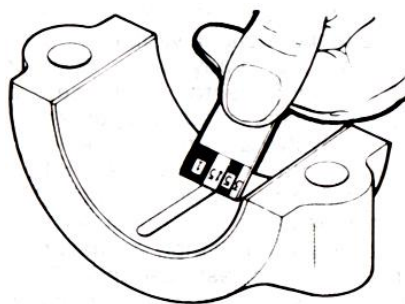

Fig. 3.27 Verificación de la holgura del cojinete principal
1. Verificación de la holgura del cojinete principal: Invierta el motor y quite la tapa del cojinete para revisar. Usando un trapo limpio y seco, limpie perfectamente todo el aceite del muñón de la flecha del cigüeñal y el asiento del cojinete. Coloque una pieza de Plastigage a lo largo de todo el muñón, reinstale la tapa y apriétela según las especificaciones (Ver Fig. 3.27). Quite la tapa del cojinete y determine la holgura de éste comparando el ancho del Plastigage. La conicidad del muñón se determina comparando el ancho de la tira de Plastigage cerca de sus extremos. Gire la flecha del cigüeñal 90° y vuelva a probar, para determinar la excentricidad del muñón.